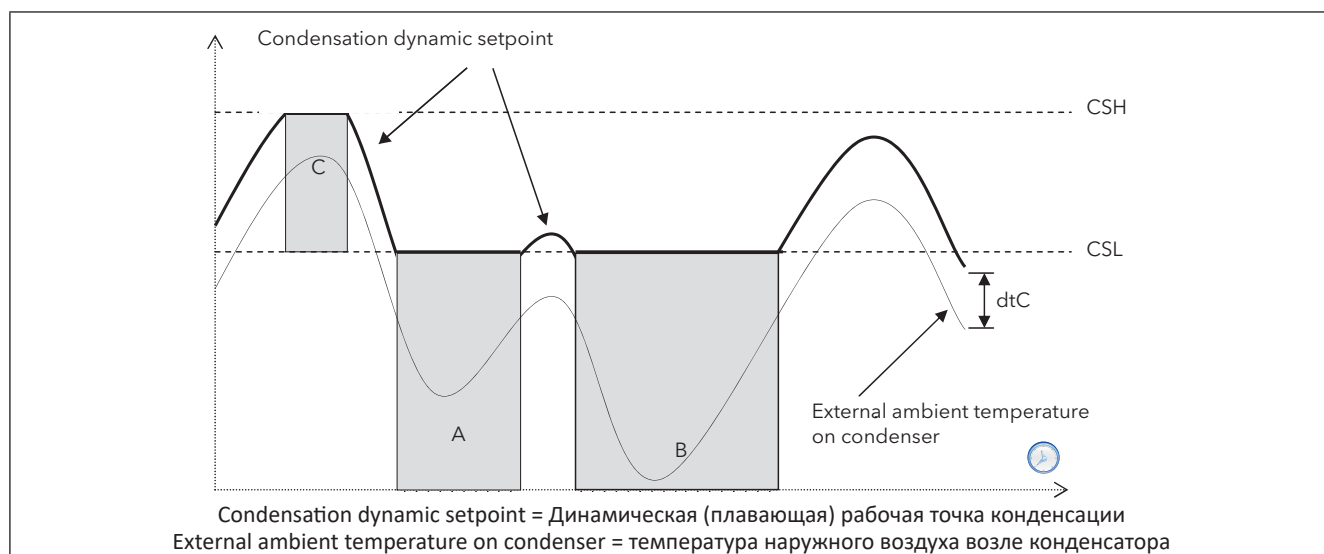

Рис. 38. Плавающая (динамическая) конденсация по температуре наружного воздуха
- действующее значение рабочей точки конденсации не может быть ниже значения **CSL** (области А и В на диаграмме плавающей конденсации по температуре наружного воздуха - смотрите Рис. 38).
- действующее значение рабочей точки конденсации не может быть выше значения **CSH** (область С на диаграмме плавающей конденсации по температуре наружного воздуха - смотрите Рис. 38).